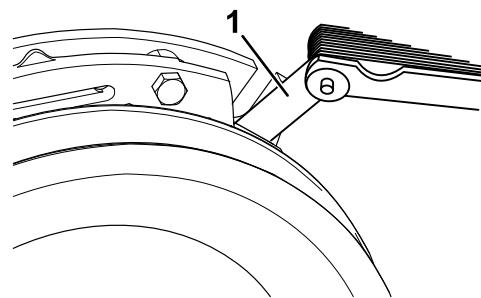
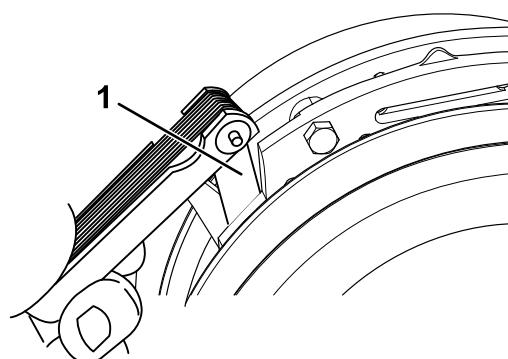

Bild 65
Bild 66
- E. Prüfen Sie mit einer Führerlehre (0,025 mm) den Abstand zwischen dem Drehzylinder und der Vorderseite der Lehre an beiden Seiten des Bremsschafts, wie in Bild 65 und Bild 66 abgebildet.